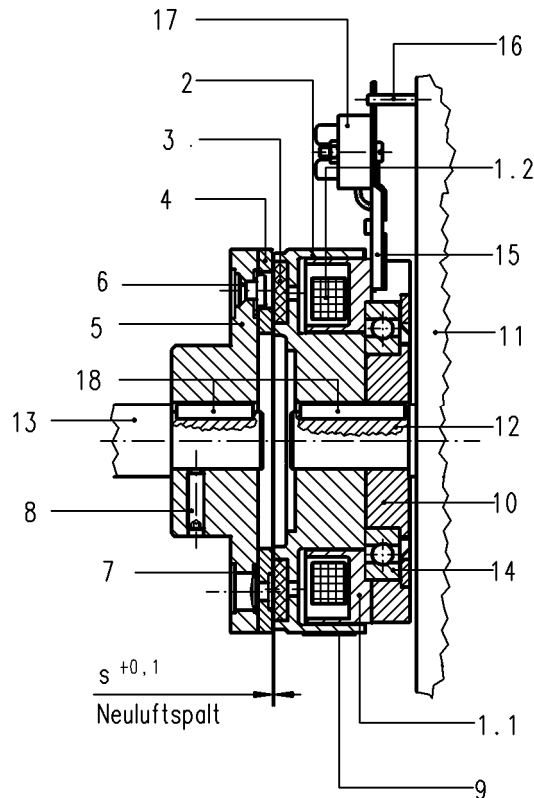

Abb. 5/1: Elektromagnet-Einflächenkupplung 86 053..E00 mit Flanschnabe (5)
Legende zur Abb. 5/1:
Die Buchse (10) mit Magnetgehäuse (1.1) und Erregerwicklung (1.2) wird auf die mit einer Passfeder (18) versehene Antriebswelle (12) der Maschine gepresst. Der Magnetkörper (2) wird anschließend soweit auf die Antriebswelle (12) aufgepresst und axial gesichert, bis die Stirnfläche des Magnetkörpers (2) direkt am Innenring des Rillenkugellagers (14) anliegt. Bei gleichförmiger Belastung ist die Antriebswelle (12) mit einer Toleranz $j6$, bei ungleichförmiger Belastung mit $k6$ zu fertigen. Das Magnetgehäuse (1.1) ist über den Haltearm (15) mit einem Passstift (16) (siehe Abb. 5/1) gegen Verdrehen zu sichern.